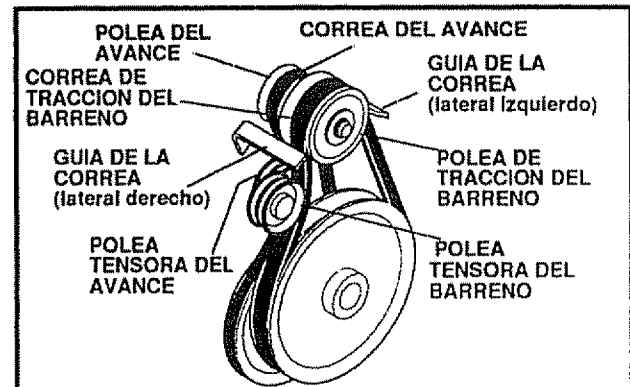

FIG. 28
- Afloje las guías de la correa (vea la Fig. 28) y aléjelas de la polea de tracción del motor.
- Afloje la tuerca de la polea tensora del barreno (vea la Fig. 28) y aleje la polea de la correa.
## CORREA DE LA TRACCION DE AVANCE (vea la Fig. 28)